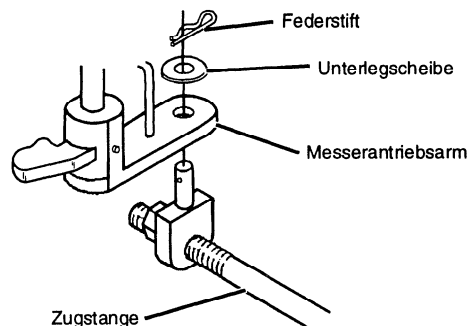

ABBILDUNG 50
- Zugstange an Messerantriebsarm am Boden des Mähers mit Unterlegscheibe und Federstift montieren (siehe Abbildung 50).